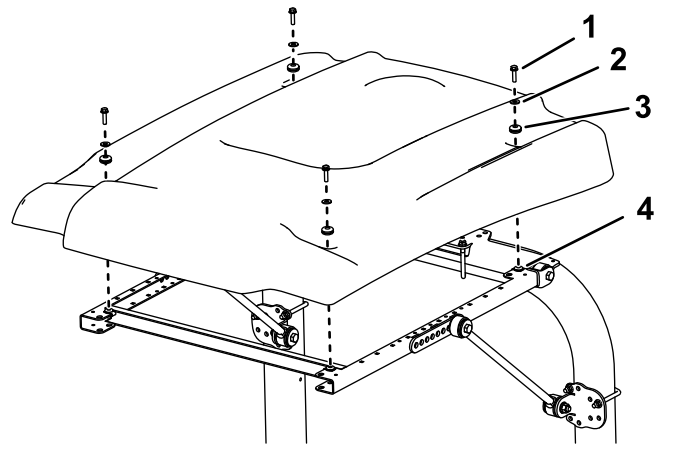

図 6
- 図 6 に示すようにサンシェードをフレームに載せて、取り付け穴を整列させる。
- サンシェードの各コーナー部をフレームに仮止めするフランジヘッドボルト 5/16 x 1 1/4" 1本、小さいワッシャ 1枚、ハトメ 1 個を使用する図 6。